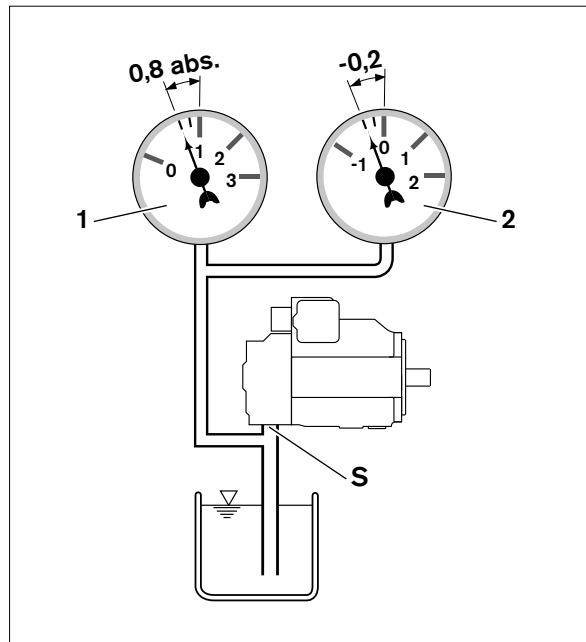

Abb. 21: Saugdruck
- ▶ Stellen Sie sicher, dass für die Axialkolbenpumpe in allen Einbaupositionen und Einbaulagen im Betrieb und bei Kaltstart ein minimaler Saugdruck von 0,8 bar absolut am Anschluss „S“ vorliegt, siehe Abb. 21. Weitere Werte siehe Datenblatt.